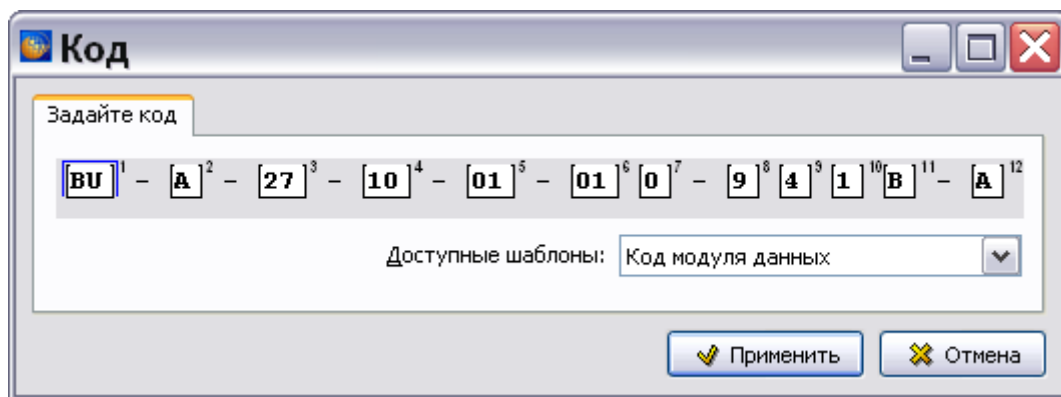

Рис. 21.194
- **Замена.** Для замены найденного контекста выделите строку (строки) в таблице результатов анализа и нажмите на кнопку **Заменить**. В окне **Код** выберите шаблон из списка доступных, введите код для замены и нажмите на кнопку **Применить** (Рис. 21.194).